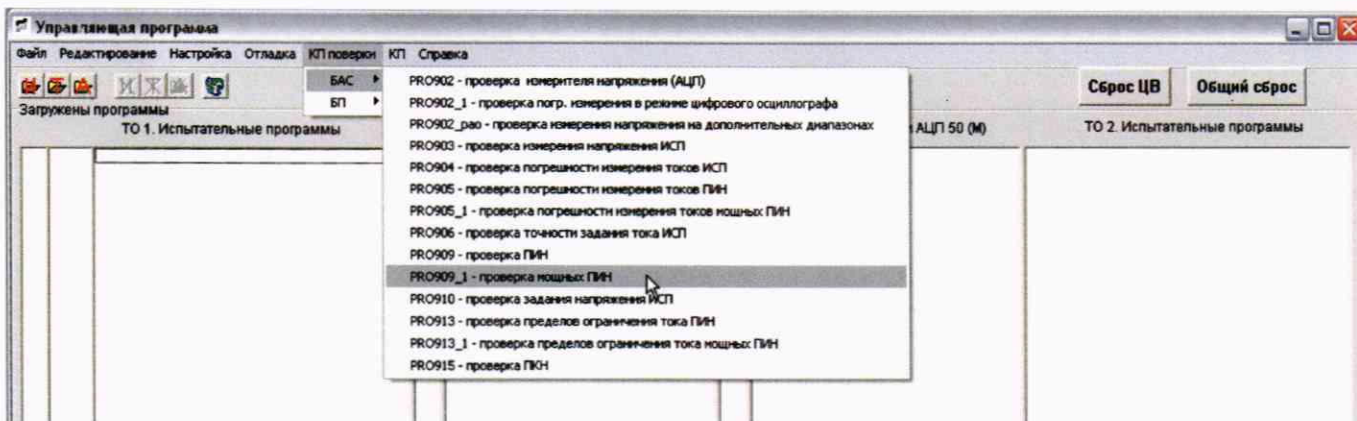

Рисунок 5.8 – Вызов PRO909_1 из главного меню УП.
- вызвать PRO909_1 (рисунок 5.8):